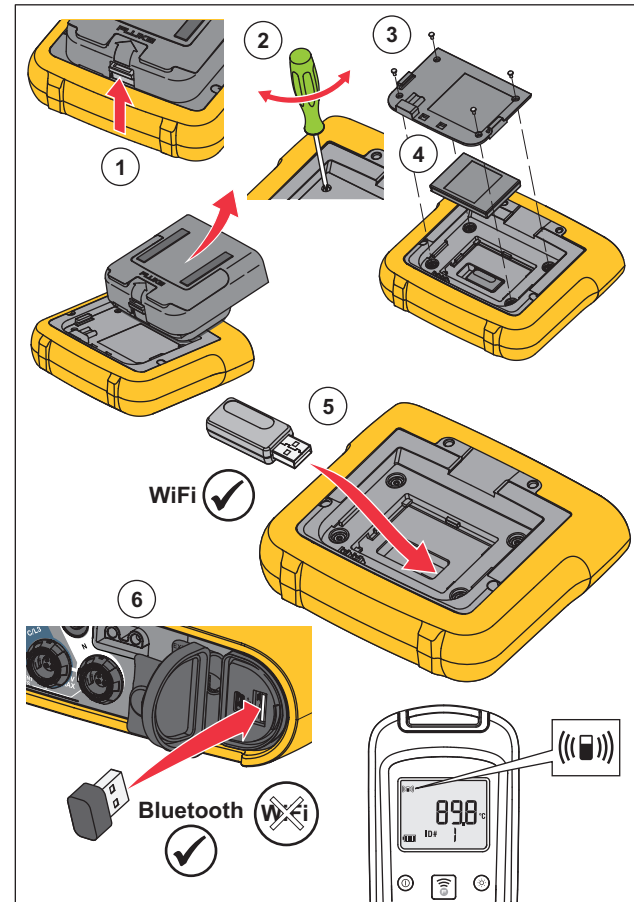

Abbildung 1. Adapterinstallation
1. Nehmen Sie das Netzteil ab. Siehe Abbildung 1.